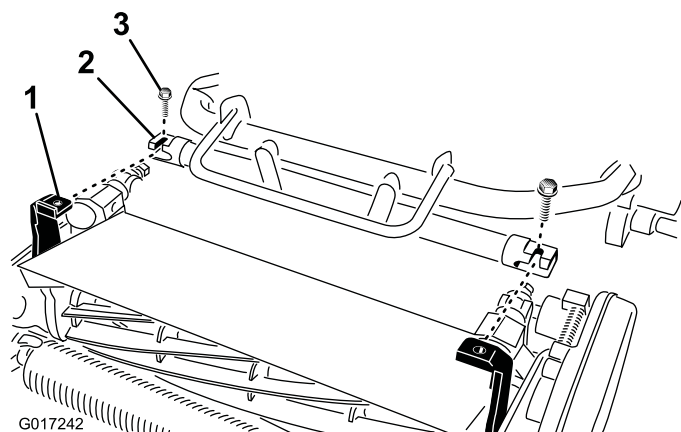

图6
4. 向前推动主机框架（图6）、直至其与滚刀组旋转臂完全接合。
5. 使用 2 颗 0.95 x 1.90cm 螺栓将主机框架固定到滚刀组旋转臂上（图6）。